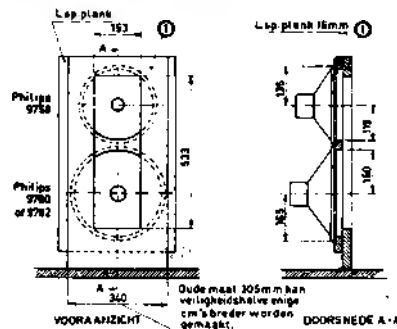

Fig. 5
Fig. 5 t/m 9 van hetzelfde RB toont de „luxe” roorn”. Hiervoor is een aparte l.s. plank nodig, waarvoor geen afmetingen zijn gegeven, omdat dit niet terzake dienende was. De plank is te zien in fig. 5 in dat nr., achter tegen onderdeel (1) aan en draagt geen nummer. Zie bijgaande schets voor de maten van deze extra l.s. plank. Onderdeel (1) kan het beste breder worden gemaakt dan in de fig. aaneggeven, bv. 325 mm i.p.v. 305 mm. Met de laatste opmetingen blijft er slechts weinig „tolerantie” over in het afsluiten van de opening, dus als in nevenstaande fig. 5.